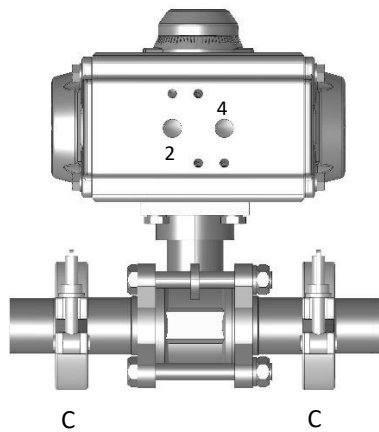

Abbildung 10: Befestigung Clampanschluss
4. Clamp des Kugelhahns und Clamp der Rohrleitung mit passender Verschlussklemme C verbinden, s. *Abbildung 10*.